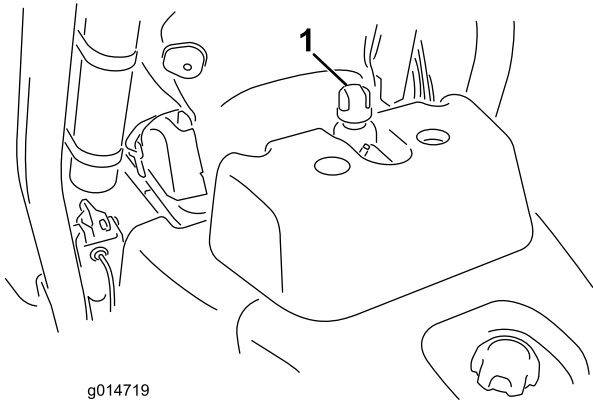

Figura 31
2. Togliete il tappo dal serbatoio (Figura 31).